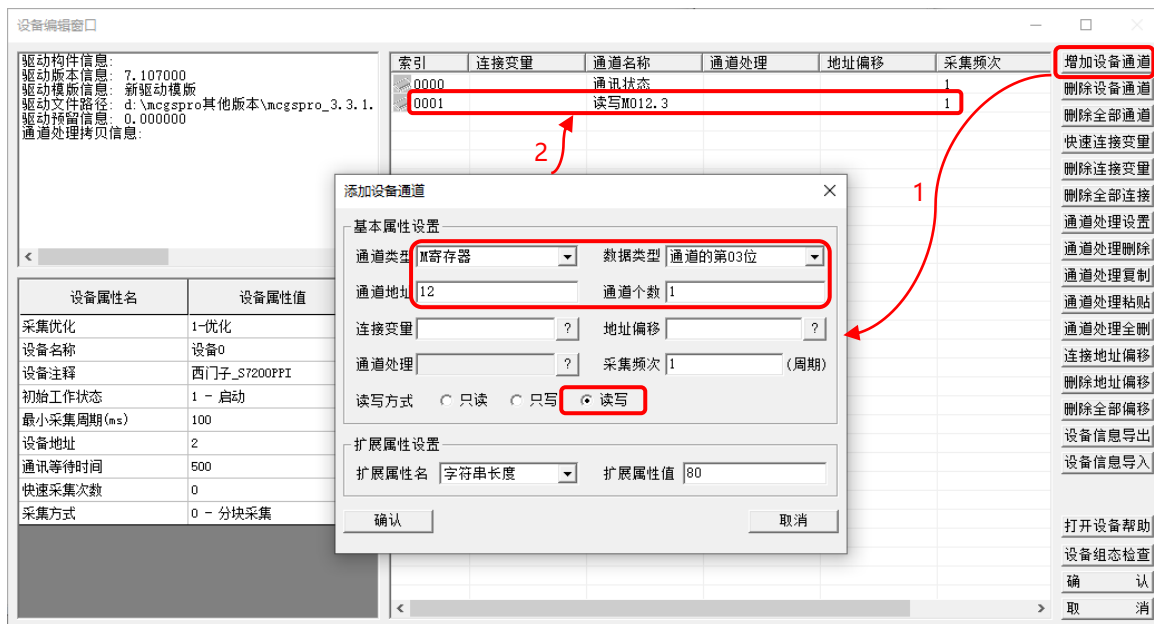

图 4.2-1 增加设备通道 M012.3
① 添加位通道：在设备窗口，双击 “西门\_S7200PPI” 驱动进入 “设备编辑窗口”。如图 4.2-1 所示，先通过 “删除设备通道” 按钮，删除默认通道；再点击 “增加设备通道” 按钮，弹出 “添加设备通道” 对话框，选择通道类型 “M 寄存器”，数据类型 “通道的第 03 位”，通道地址为 “12”，通道个数为 “1”，读写方式选择 “读写”。设置完成点击 “确认”。可以看到设备编辑窗口增加通道成功。